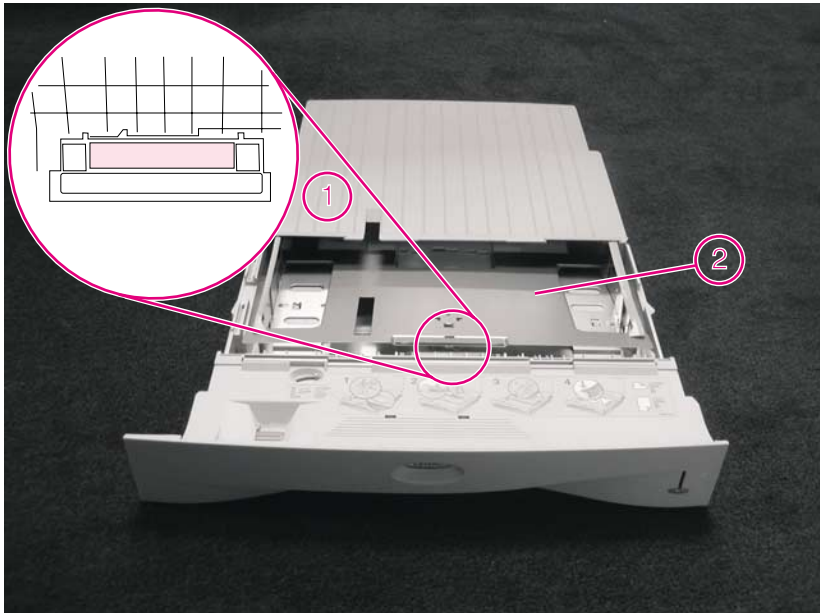
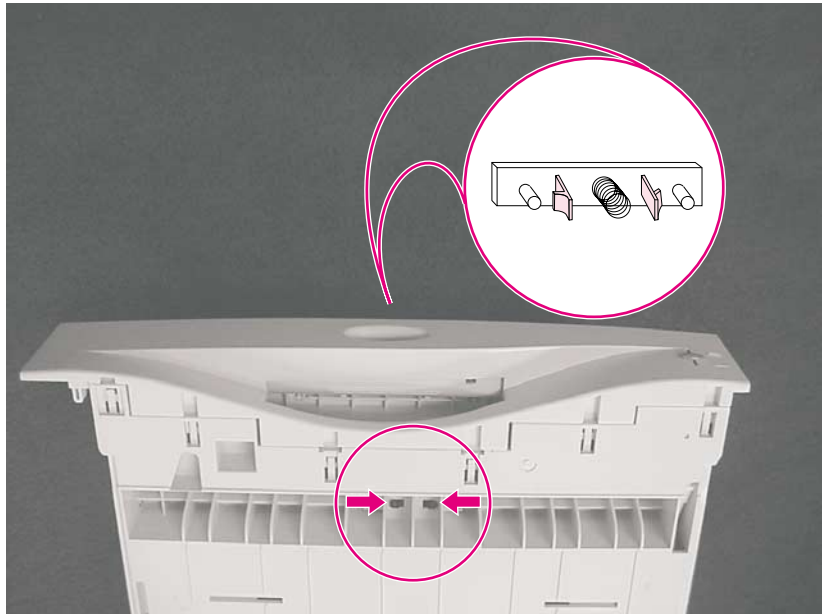

Abbildung 10 Entfernen des Trennstegs und der Feder für Fach 2 (Draufsicht)
Abbildung 11 Entfernen des Trennstegs und der Feder für Fach 2 (Ansicht von unten)
- 2 Drücken Sie die Papierhebeplatte nach unten (Abbildung 10, Nummer 2), und drücken Sie gleichzeitig die schwarzen Laschen an der Unterseite hinter der Frontverkleidung des Fachs zusammen, um den Trennsteg vom Fach zu lösen (siehe Abbildung 10, Nummer 1 und Abbildung 11).